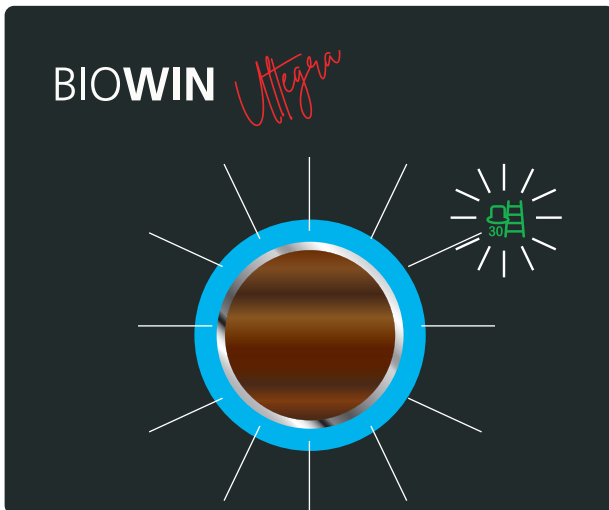

Fig. 22
- ▶ Den myMagic Button noch einmal kurz Drücken. Das Symbol Kaminkehrer 30 %  und der Farbring (Farbe je nach Betriebsphase – Pkt. 8.2) blinken – Fig. 22. Der Kessel moduliert mit 30 % Leistung und wird für die Messung vorbereitet. Die Kesseltemperatur wird für 120 min. auf ca. 60 °C geregelt.